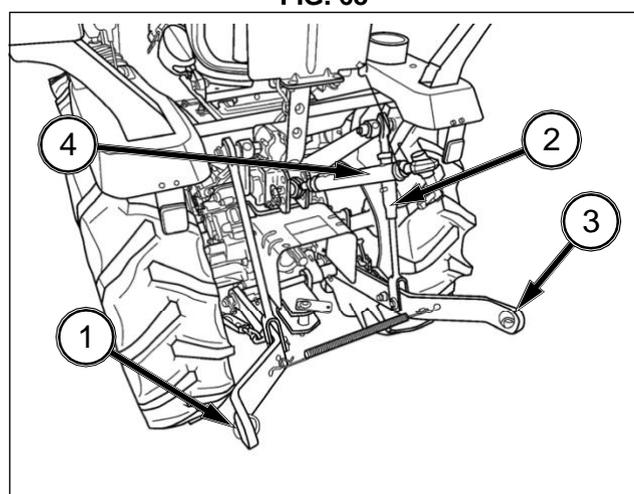

FIG. 69
FIG. 69: Deslice el extremo de bola del brazo inferior izquierdo (1) hasta colocarlo sobre el pasador del equipo y fije el conjunto con una espiga. Ajuste la altura del brazo inferior derecho usando un tensor (2). Coloque y fije el brazo inferior derecho (3) sobre el equipo con una espiga. Enganche el brazo superior (4) a la parte superior del bastidor de enganche del equipo usando el pasador suministrado con el tractor. Gire el manguito central del brazo superior para alargarlo o acortarlo y ajuste el nivel del equipo, es decir, de delante hacia atrás. Una vez enganchado el equipo, puede ajustar su altura de funcionamiento utilizando los tensores de las barras de elevación y de los brazos superiores. Compruebe que todos los ajustes están bien fijados o apretados.